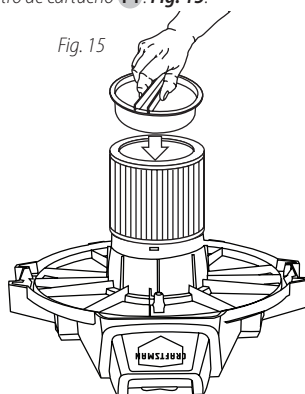

Fig. 15
34. Colocar el retenedor del filtro 15 sobre la parte superior del filtro de cartucho 14. **Fig. 15.**